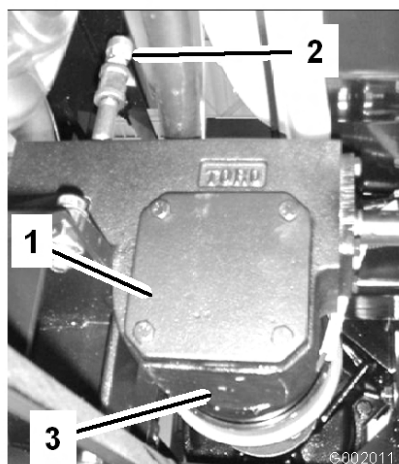

図 66
2. ドレン・プラグの下にオイルを受ける容器をおく（図 66）。
3. 補給口プラグとドレン・プラグを取り（図 66）、排出されるオイルを容器で回収する。